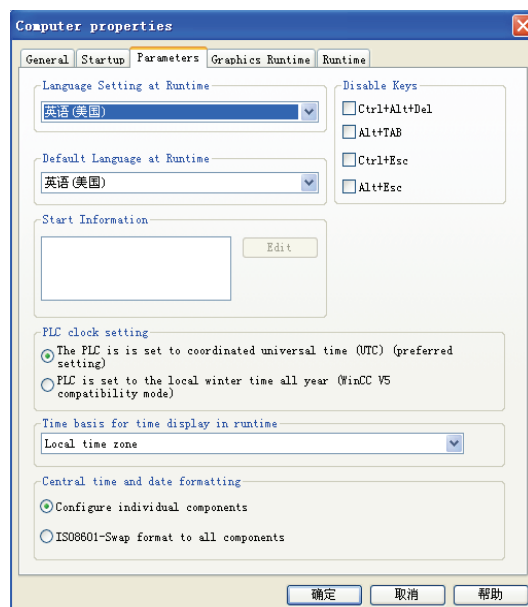

图 4-11 “Parameters” 计算机属性
3) 参数（见图 4-11）（Parameters）
① 运行的语言设置（Language Setting at Runtime）